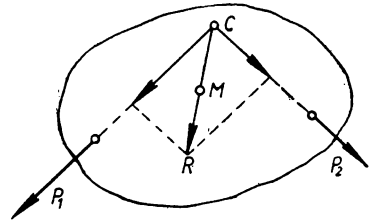

Bild 182
**314.** An einem Körper greifen zwei Kräfte  $P_1$  und  $P_2$  nach Bild 182 an. Die Mittelkraft soll auf zeichnerischem Wege bestimmt werden.